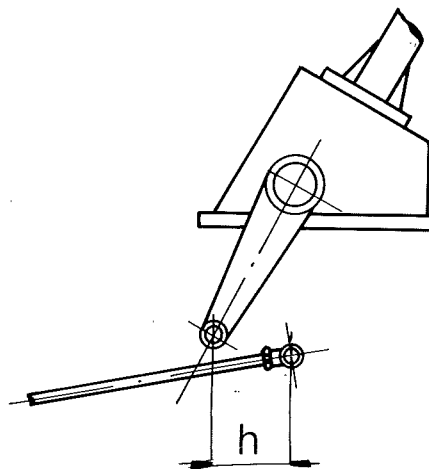

Fig. 144 - Position du levier de direction avec le volant complètement à gauche.
- Tourner le volant vers la gauche en portant le levier de direction vers l'avant (Fig. 144).
- Mesurer à l'aide du calibre, la distance (h) (Fig. 144).